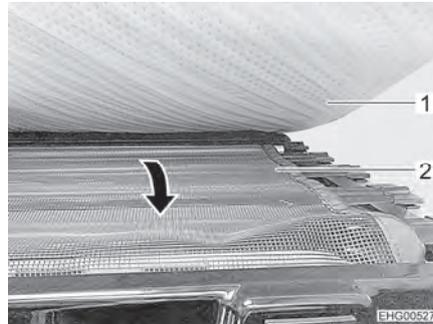

Fig. 60 Filet de sécurité
- Extraire le filet de sécurité (Fig. 60,2) disposé sous le matelas (Fig. 60,1) et le tendre sur l'ouverture de montée.